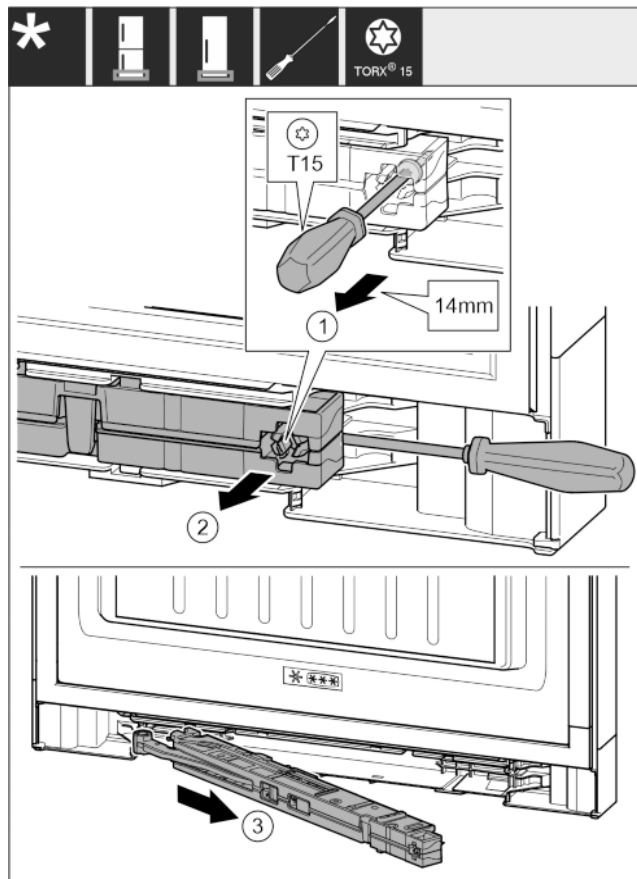

Fig. 14
- Schraube an Schließdämpfereinheit mit Schraubendreher T15 ca. 14 mm lösen. Fig. 14 (1)
- Mit Schraubendreher griffseitig hinter Schließdämpfereinheit fahren. Einheit nach vorn drehen. Fig. 14 (2)
- Einheit herausziehen. Fig. 14 (3)